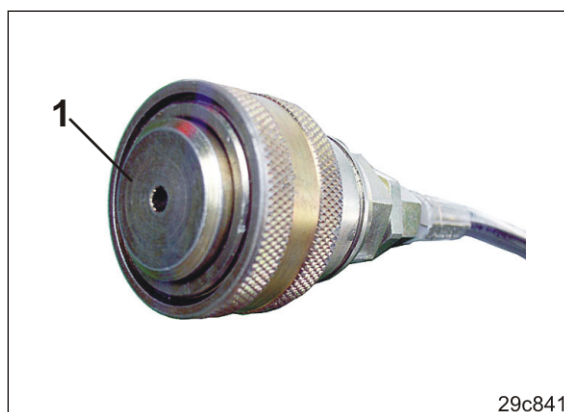

Fig. 144
3. Tøm hydrobeholderen (Fig. 141/1) inden du afkobler hydraulikmuffen (Fig. 144).
Hydraulikmuffen (Fig. 144) kan kun tilkobles traktoren igen med tom hydrobeholder.
6. Luk hydraulikmuffen og stikket med beskyttelseshætter (Fig. 144/1) mod snavs.